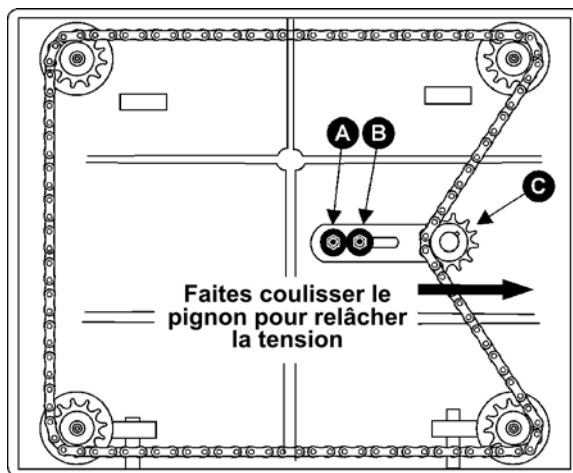

Figure 22
5. Retirez les boulons en maintenant la raboteuse sur le support. Inclinez soigneusement la raboteuse sur le côté pour exposer la partie inférieure du socle (Figure 22).
6. Retirez le boulon (A, Figure 22) et desserrez le boulon (B-Figure 22). Cela vous permettra de déplacer le dispositif du pignon fou (C, Figure 22) assez loin pour relâcher la tension sur la chaîne.
9. Lorsque les réglages sont corrects, remplacez la chaîne située autour du pignon de coin, faites coulisser à nouveau le pignon fou (C-Figure 22) pour tendre encore la chaîne, serrez le boulon (B, Figure 22) puis insérez et serrez le boulon (A, Figure 22).